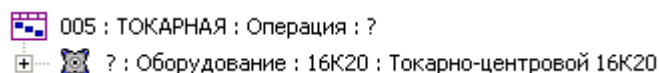

Рис. 5. Представление оборудования в БД PSS
- «**Оборудование**» - обозначение и наименование оборудования. Для выбора оборудования необходимо два раза кликнуть мышью на поле и в появившемся диалоговом окне «**Выберите используемую единицу оборудования**» указать соответствующую версию изделия-оборудования. Версия изделия-оборудование ассоциируется с бизнес-процессом-операцией как ресурс с типом «Оборудование» (Рис. 5). С операцией может быть ассоциировано более одной единицы оборудования при помощи штатных средств модуля PDM, но в окне «**Техпроцесс**» отображаться будет только одна единица оборудования.